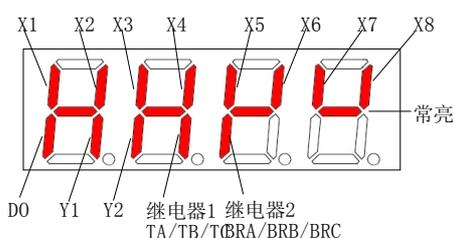

图 5-12-1 端子状态指示
- ◆ 端子状态信息包括多功能端子 X1~X8、双向开路集电极输出端子 D0、Y1、Y2, 以及输出继电器 TA、BRA 的状态, 采用 LED 数码管指定段的亮灭来表明各功能端的状态, 数码管段亮表示相应端子状态为有效状态, 灭则表示相应端子为无效状态, 数码管中有四个常亮的笔段, 方便观察。如图 5-12-1 所示: